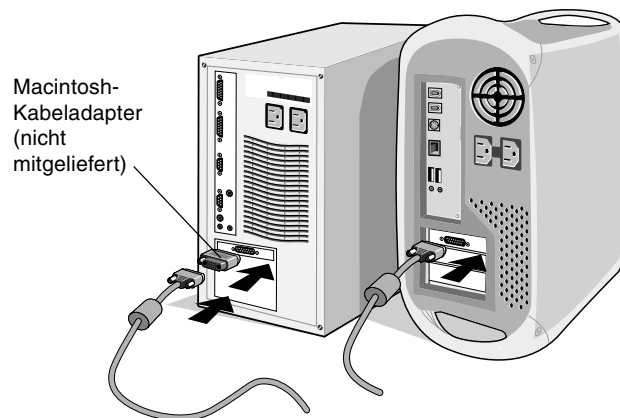

Abbildung B.1
**Mac:** Schließen Sie den MultiSync Macintosh-Kabeladapter an den Computer an, und verbinden Sie dann das Mini-D-SUB-Kabel (15 Stifte) mit dem MultiSync Macintosh-Kabeladapter (**Abbildung B.1**).